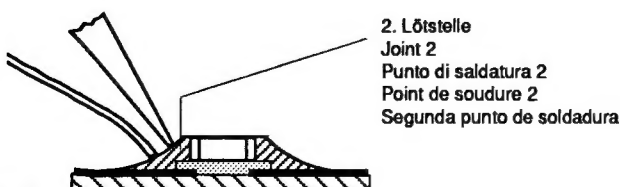

Fig. 5
5. Schritt: Freie Seite löten. Nach dem Erkalten die erste Lötstelle nochmals nachlöten (Fig. 5).
5. step: Solder the free end of the CHIP and resolder the first soldering point after it has cooled (Fig. 5).
5. Effectuer la même opération pour l'autre côté. Terminer la première soudure (Fig. 5).
5. Saldare la superfici di contatto libera e, dopo che questa si è raffreddata, saldare nuovamente la superfici opposta (Fig. 5).